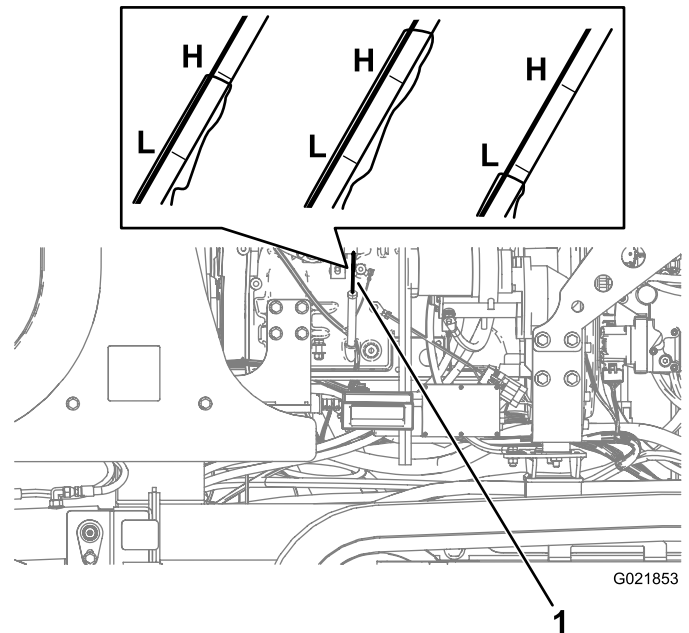

Bild 84
3. Nehmen Sie den Peilstab (Bild 84) heraus und wischen Sie ihn sauber.